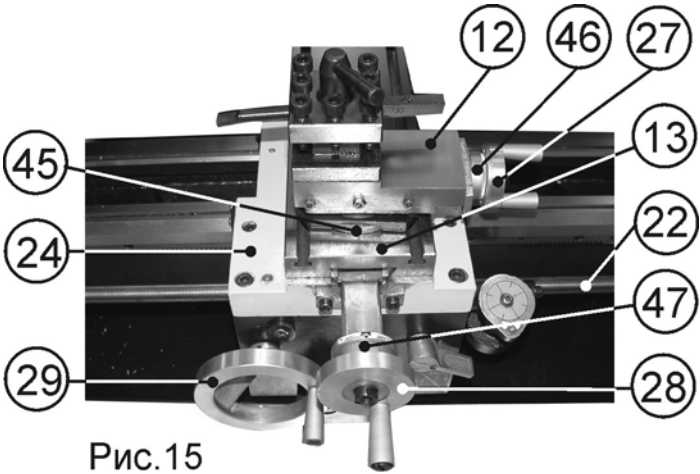

Рис.15
10.3. Точение (Рис. 15)
10.3.1. Установка и подача резца в продольном направлении станины (20) станка, Рис.2, производится вращением маховика ручной подачи каретки (29), Рис. 15.
10.3.2. Точная установка и подача резца в продольном направлении производится маховиком подачи (27) поворотного суппорта (12), установленного параллельно ходовому винту подачи каретки (22), что соответствует совмещению метки на поперечном суппорте (13) и нулевой отметки шкалы (45) поворотного суппорта (12), Рис.15.
10.3.3. Расстояние прохождения резца контролируется по шкале лимба (46), (1 деление = 0,025мм), Рис. 15.
10.3.4. Установка и подача резца в поперечном направлении (установка глубины точения, торцевое точение) производится вращением маховика подачи поперечного суппорта (28), Рис. 15.
(1 деление лимба=0.025мм.), Рис. 15.
10.3.9. Обнуление лимбов (46,47) поперечного и поворотного суппортов производится вращением от руки соответствующего лимба до совмещения рисок нулевых отметок, Рис.15.